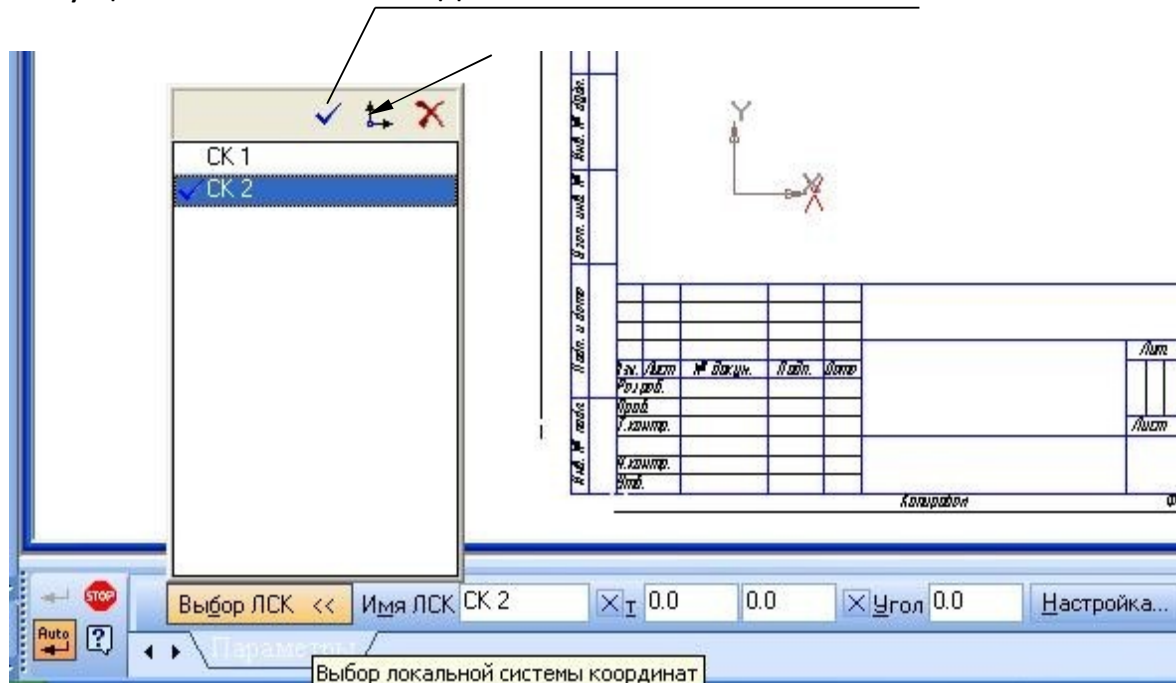

Рис. 3.1. Содержание **Панели свойств** при создании локальной системы координат
- Щелкните графическим курсором в том месте чертежа, где вы хотите поместить центр создаваемой системы координат, либо, воспользовавшись **Панелью свойств** (рис. 3.1), в поле **t** введите координаты.